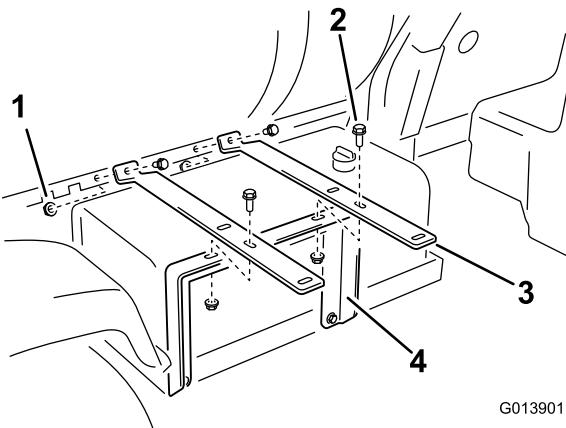

Figura 9
- Installate le estremità delle 2 fascette per avvolgitubo sui fori della sella del serbatoio come illustrato in Figura 9, utilizzando 2 bulloni a testa flangiata (3/8 x 1 pollice) e 2 dadi flangiati (3/8 pollice).